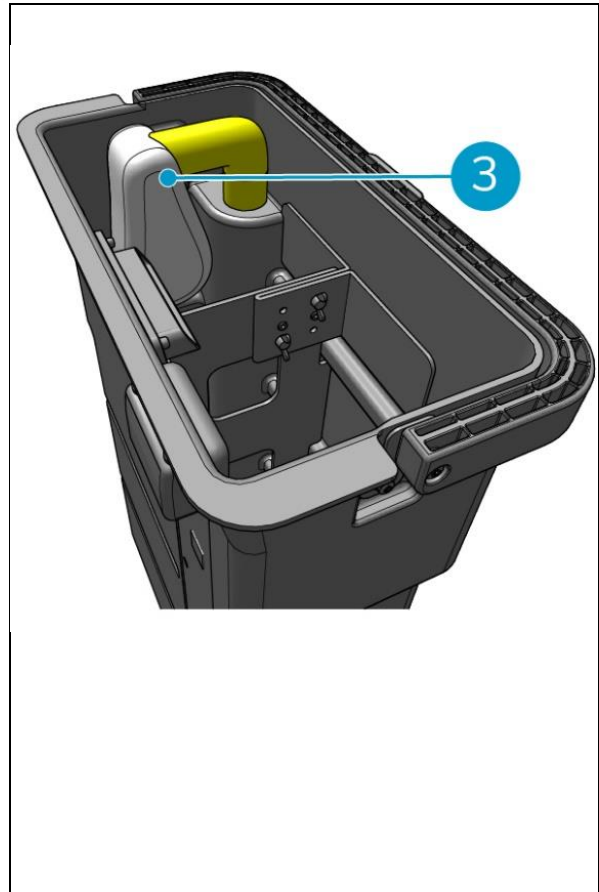

Abbildung 32
9. Lösen Sie das Zugseil des Filterbeutels (Abbildung 32, Pos. 3).